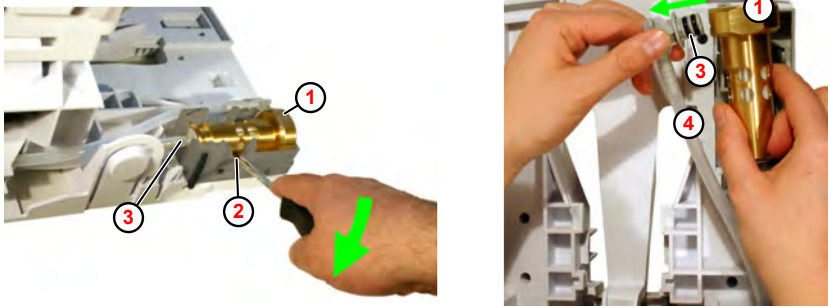

Fig. 16: Smontaggio/montaggio disconnettore tubo
1. ➤ Fare leva sul disconnettore tubo (Fig. 16 , ①) con il cacciavite rimuovendolo dal supporto (apertura laterale) ② .
2. ➤ Estrarre il nipplo di collegamento ③ dal disconnettore tubo ① .